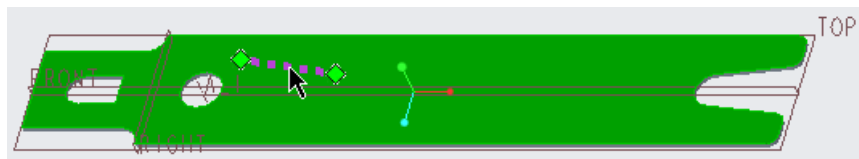

图 5-54 指定放置折弯线的曲面
(3) 在“折弯”选项卡中打开“放置”面板, 接着在图形窗口中选择图 5-54 所示的钣金曲面作为放置折弯线的曲面。